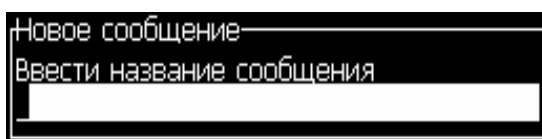

Рисунок 5-5: Диалоговое окно “New Message” (новое сообщение)
- 2 Выберите опцию “New Message” (новое сообщение). Появится диалоговое окно “New Message” (новое сообщение) (смотрите Рисунок 5-5).